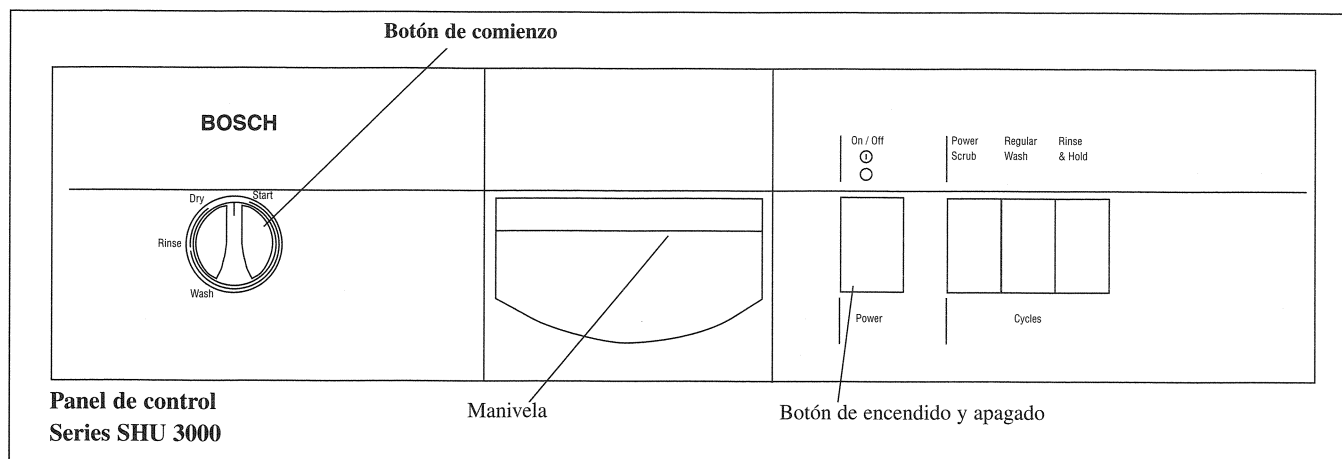

Figura 2.
5. Seleccione el ciclo de lavado, vea la tabla 2, y presione el botón correspondiente al ciclo, vea figura 2.